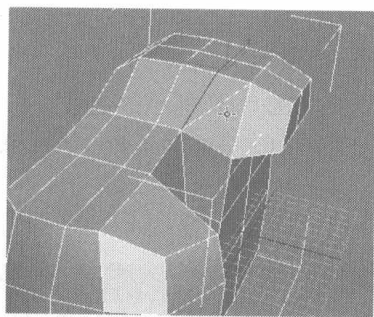
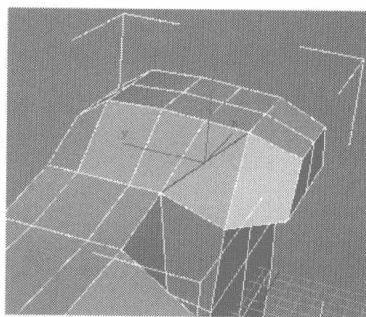

图 6.33
图 6.34
- 22 在闪光灯顶部添加一条如图 6.33 所示的细分线，并用 Remove 命令删除如图 6.34 所示的两侧多余的边线。